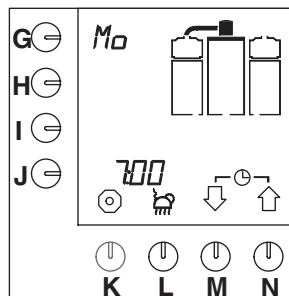

Fig. 13 Exempel aktuell dag och tid
- Den aktuella dagen och tiden visas en kort stund på displayen (fig. 13 ).
- Den aktuella dagen och tiden visas på displayen (fig. 13 ).
- Den aktuella dagen och tiden visas en kort stund på displayen (fig. 13).